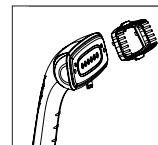

Figura 15
- Adjunte el cepillo para tela alineando las muescas del cepillo con los orificios de la boquilla de vapor. Empuje suavemente hasta que quede en su lugar (Figura 15).